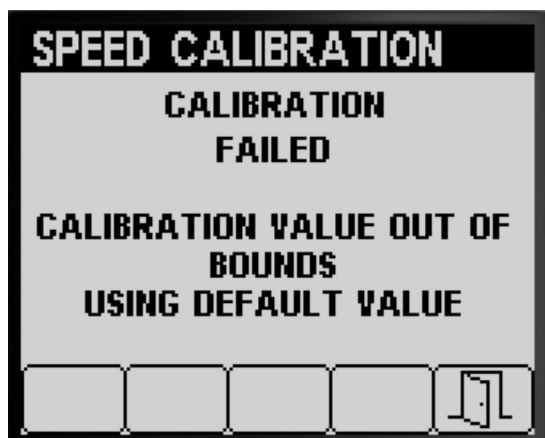

Рисунок 69
- Появится сообщение, что калибровка скорости не выполнена (Рисунок 69).
Примечание: Если значение калибровки находится за пределами допустимых значений (Рисунок 69), обратитесь в сервисный центр официального дилера Toro; в ином случае прочитайте сообщение об ошибке и выполните этапы калибровки, описанные в разделах Подготовка машины к калибровке скорости \(страница 25\) и Калибровка скорости \(страница 26\).
5. Нажмите кнопку 5 для выхода из экрана Speed Calibration (Калибровка скорости) (Рисунок 68 или Рисунок 69).